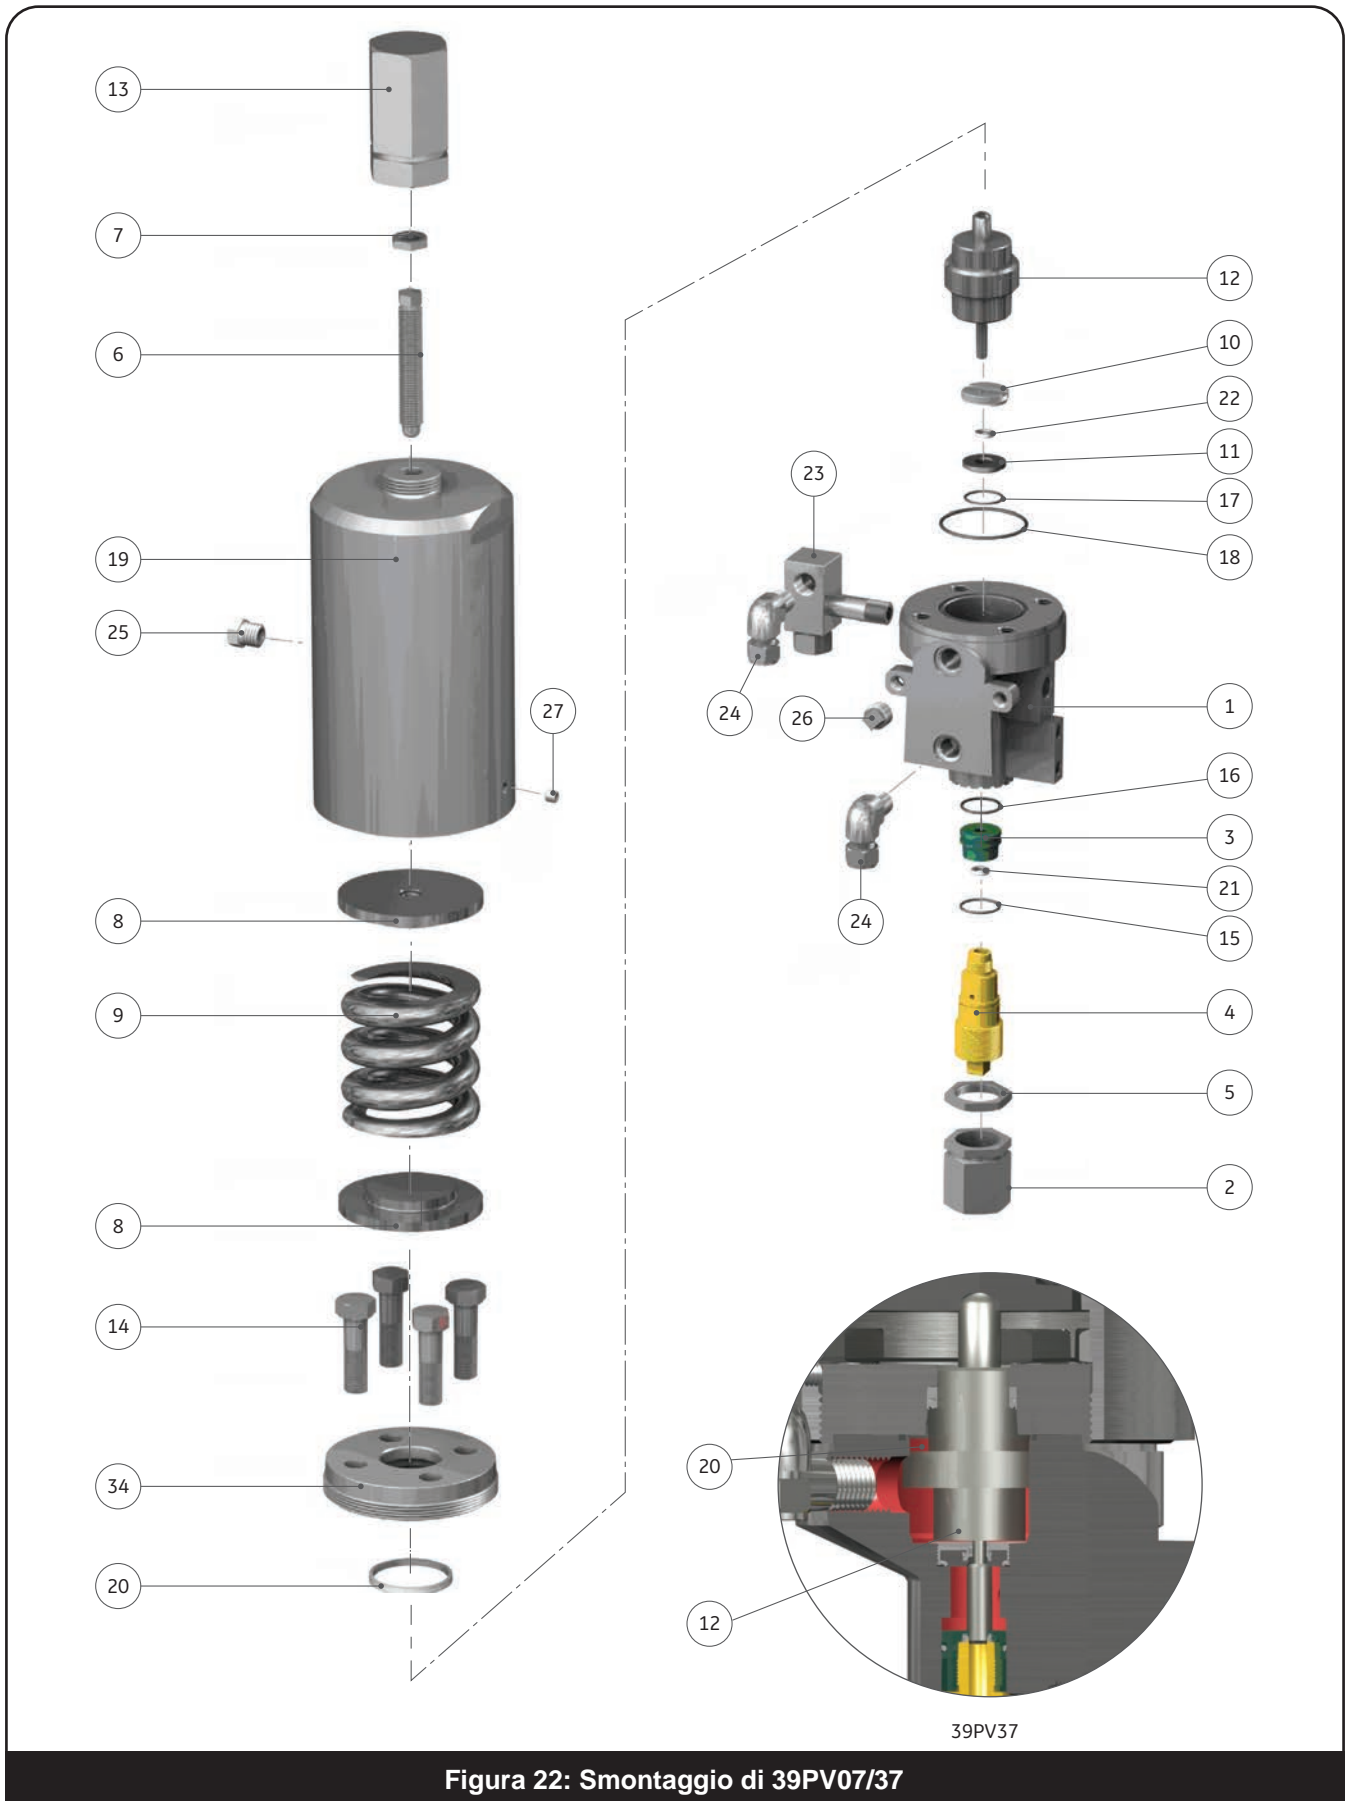
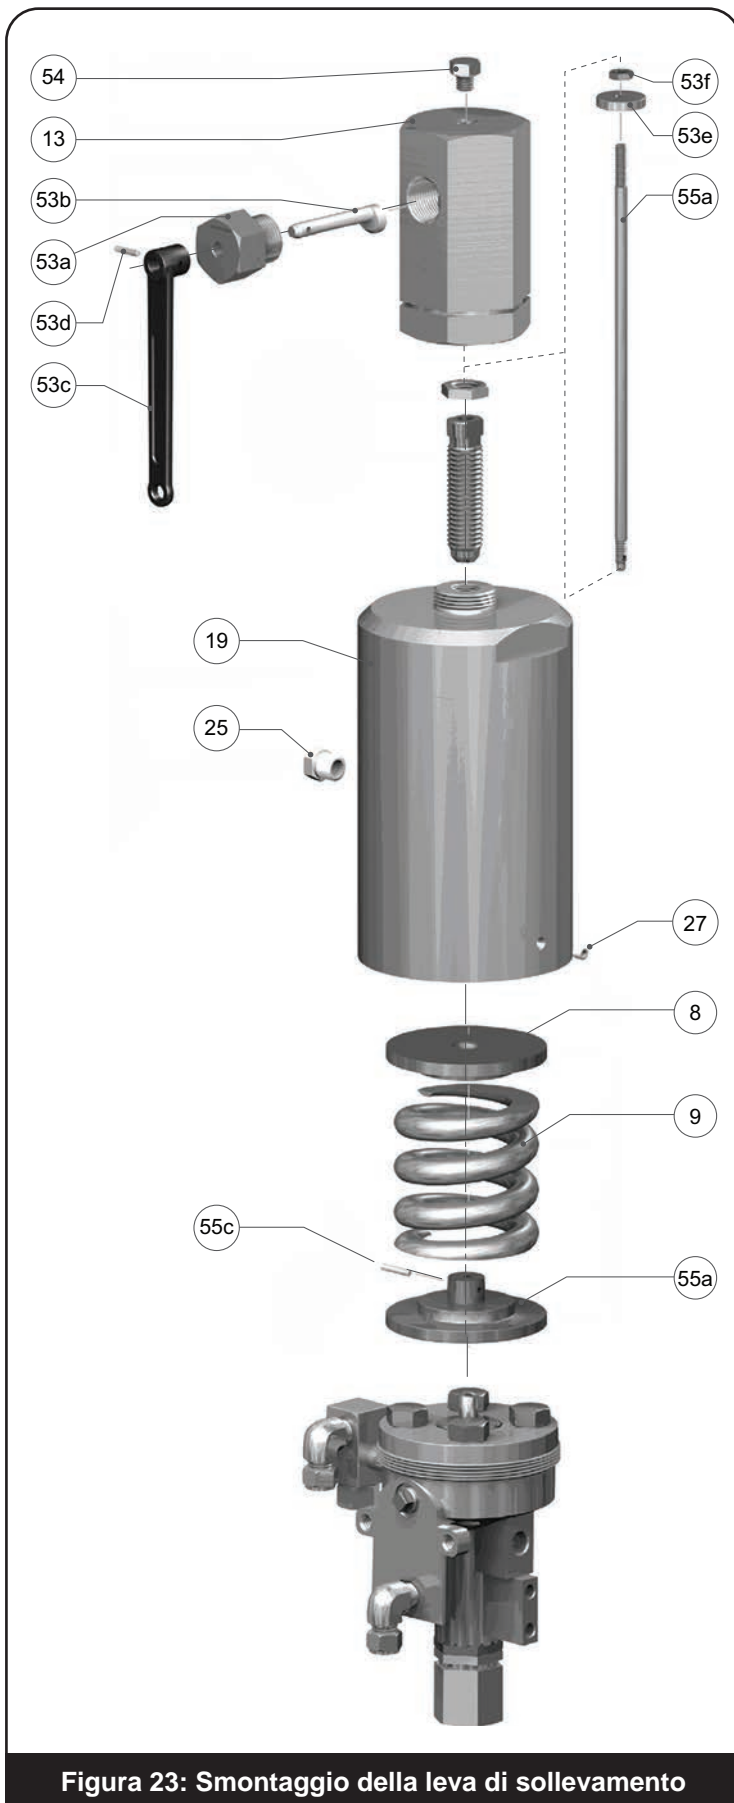
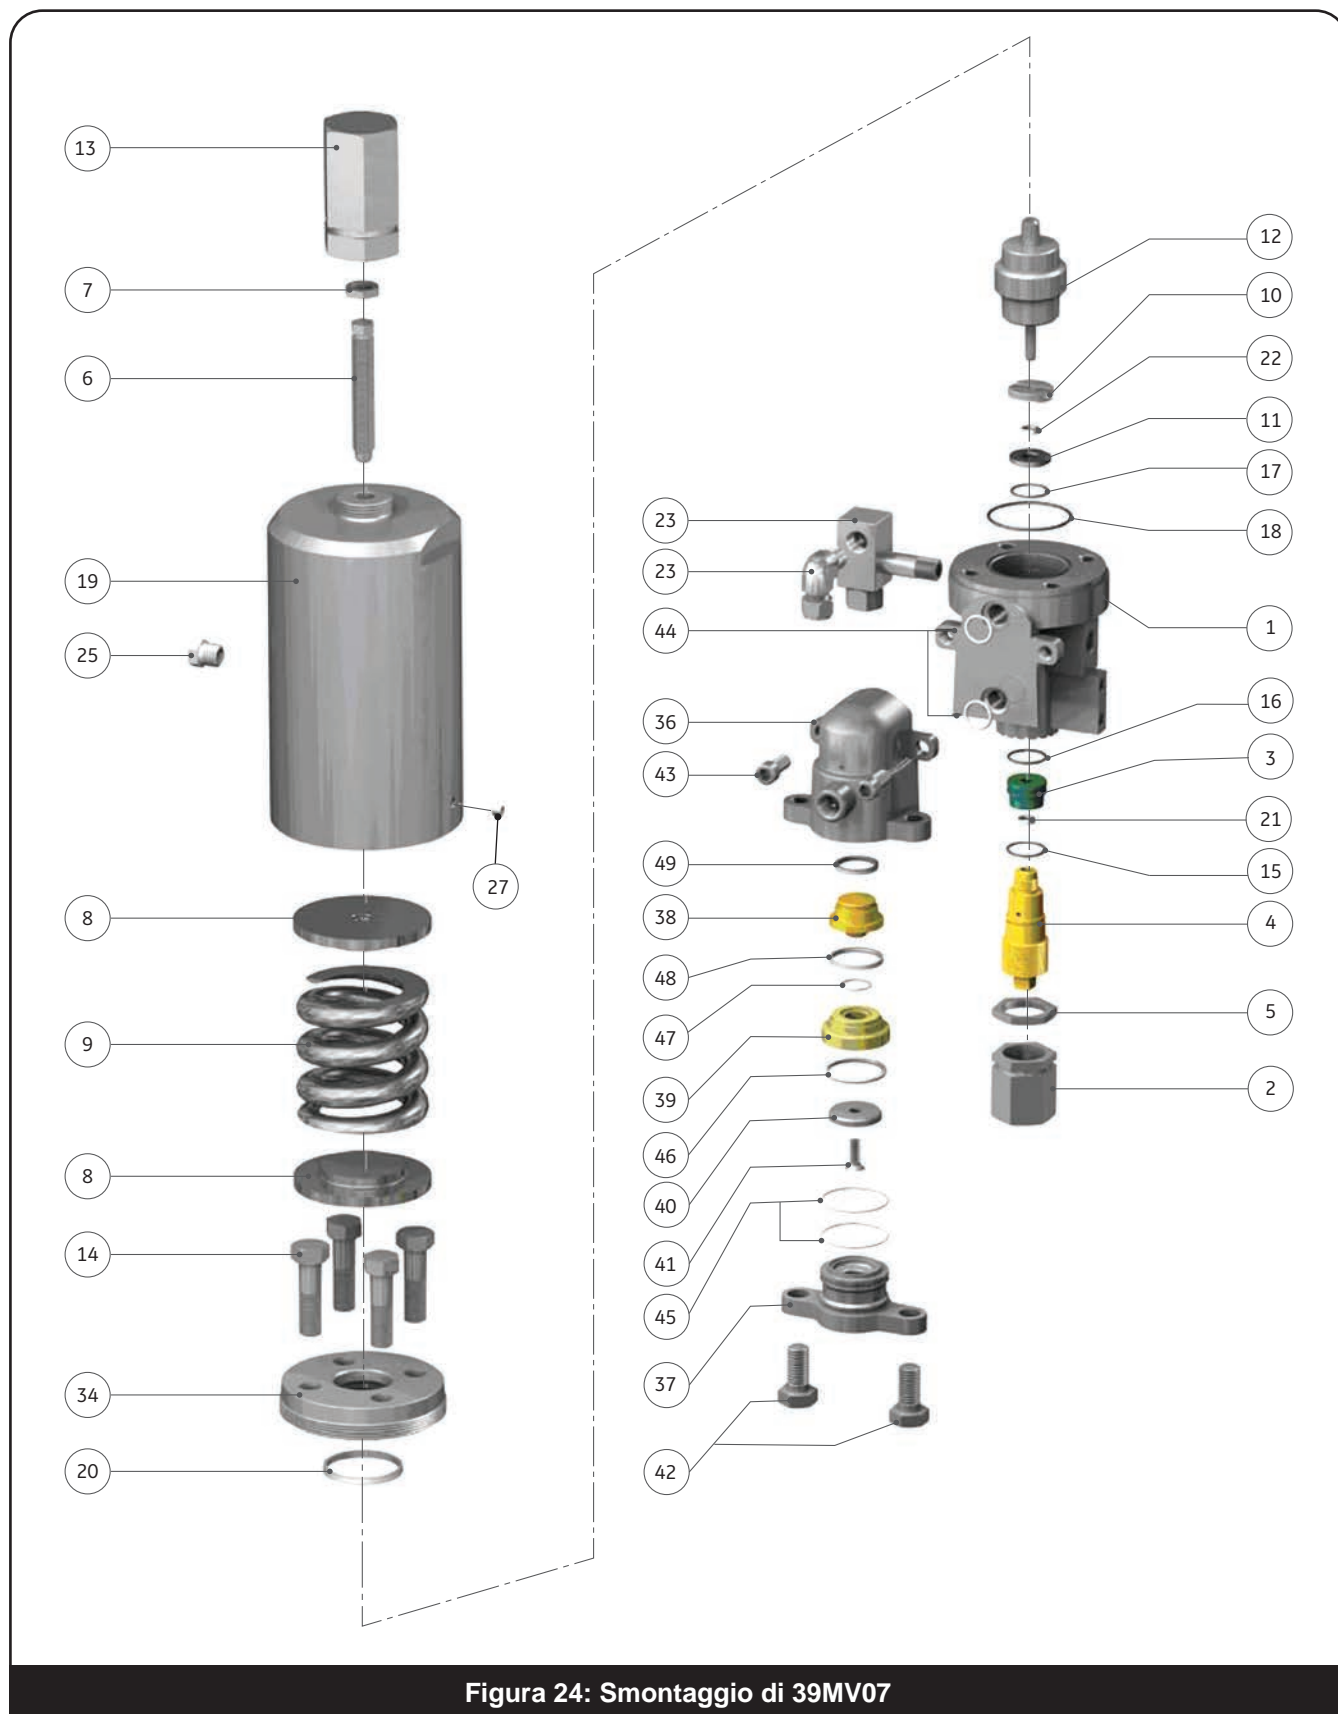
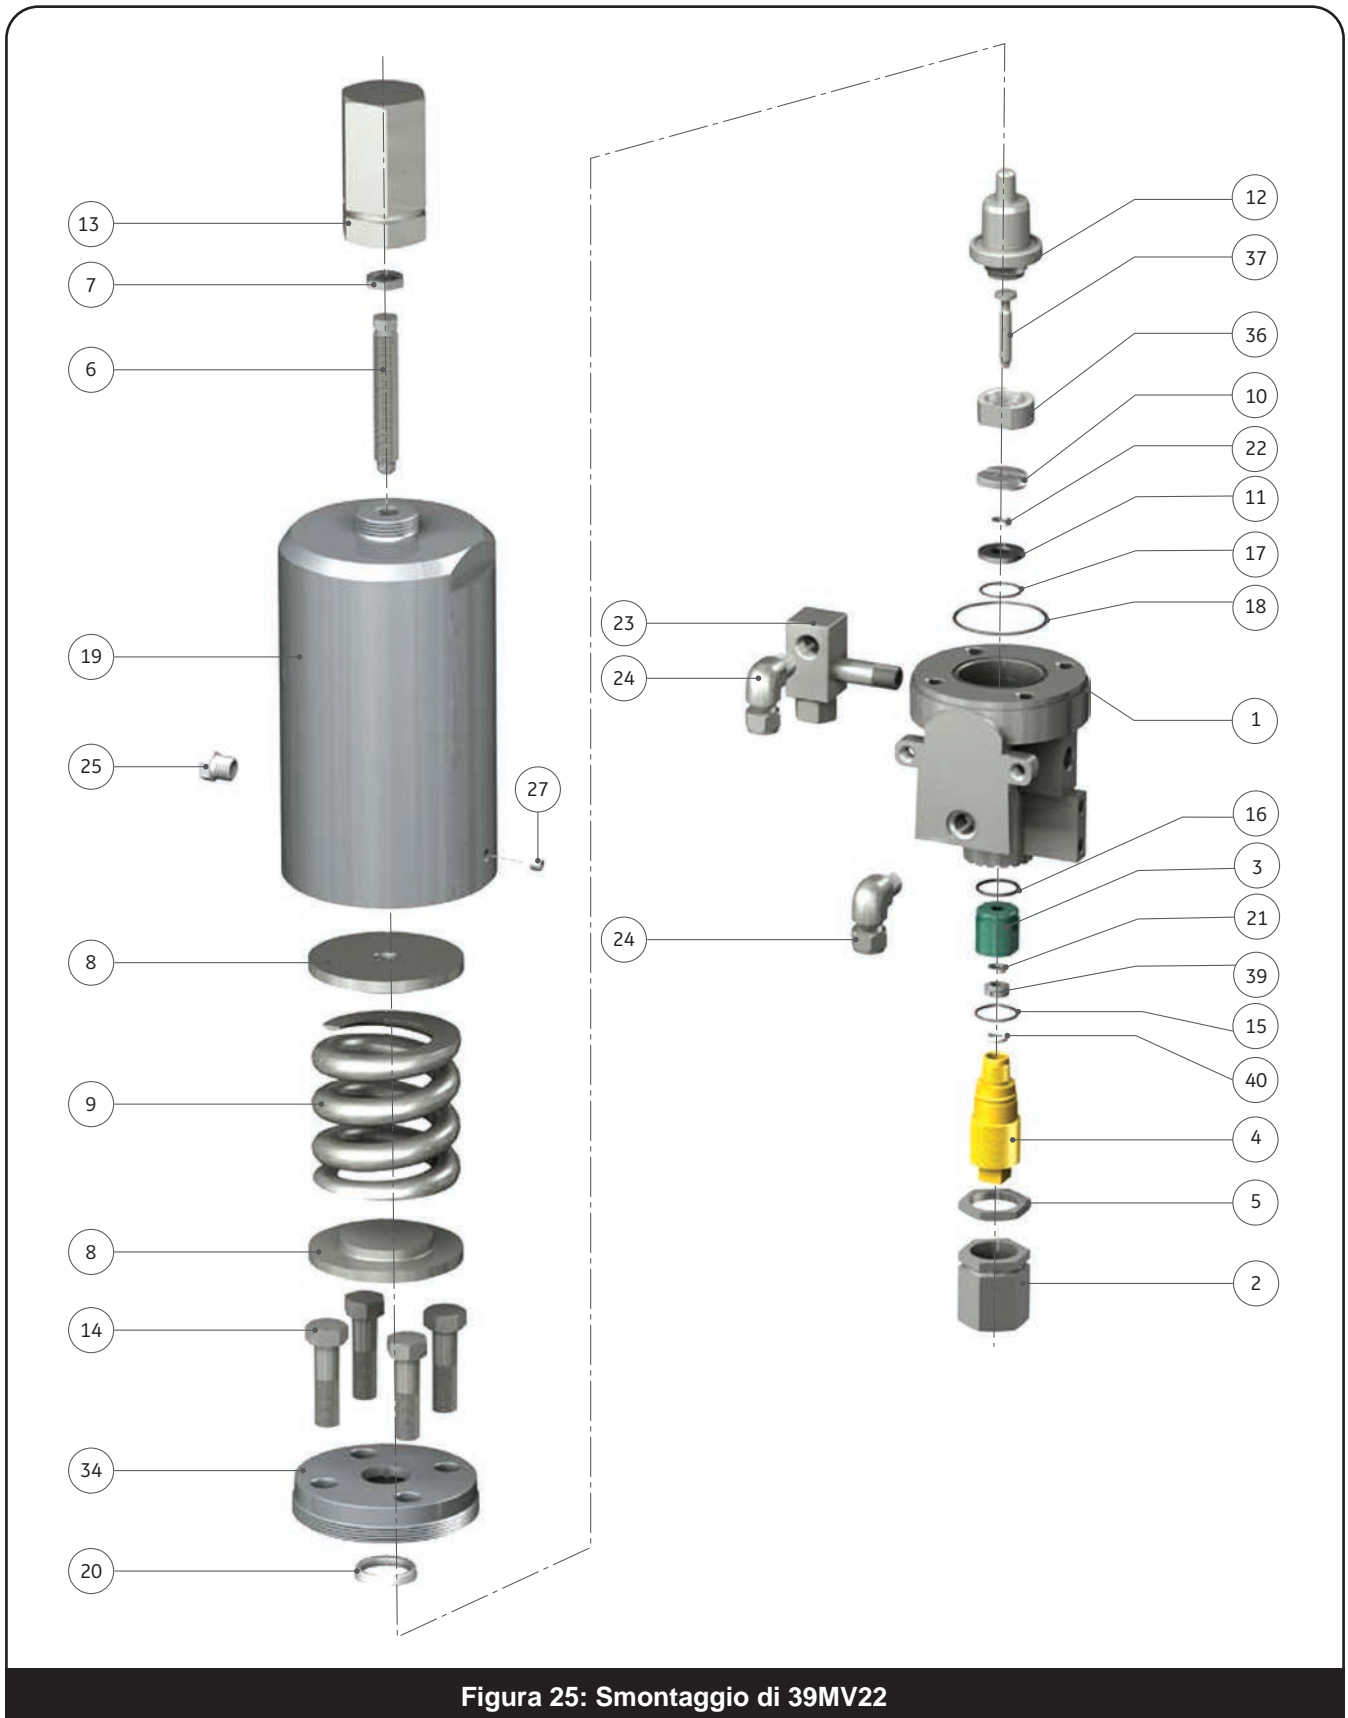

Figura 22: Smontaggio di 39PV07/37
Figura 23: Smontaggio della leva di sollevamento
Figura 24: Smontaggio di 39MV07
Figura 25: Smontaggio di 39MV22
3. Se è installata una leva di sollevamento, utilizzare anche la Figura 23 per rimuovere il gruppo leva di sollevamento. Quindi tornare alla Figura 22 per continuare lo smontaggio.
3. Se è installata una leva di sollevamento, utilizzare anche la Figura 23 per rimuovere il gruppo leva di sollevamento. Quindi tornare alla Figura 24 per continuare lo smontaggio.
- 3 Se è installata una leva di sollevamento, utilizzare anche la Figura 23 per rimuovere il gruppo leva di sollevamento. Quindi tornare alla Figura 25 o 26 per continuare lo smontaggio.